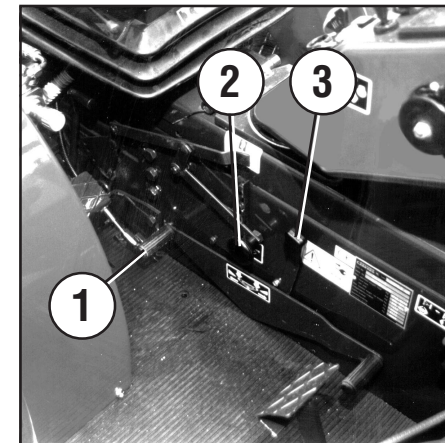
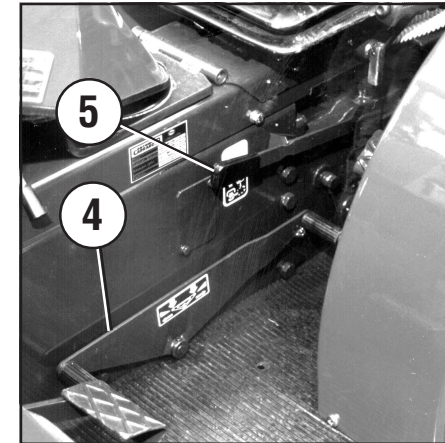

Fig. 30
Fig. 31
- Anbring kontrolstangen for valg af hastighed i den ønskede gearposition (Lav-Normal-Høj, 2 fig. 30) og træd let på vippepedalen for at gøre operationen nemmere.
- Træd langsomt på vippepedalen for hydrostatisk gear (1 fig. 30 - 4 fig. 31) i ønsket køreretning. Motoren accelererer.
- Blokér evt. pedalen med stangen (3 fig. 30) for at låse hastigheden.
- Frigør stangen til blokering af pedalen (3 fig. 30) og anbring pedalen i den midterste position (stop).
træde koblingspedalen i bund og anbringe kontrolstangen (5 fig. 31) i position 540 eller 1000.